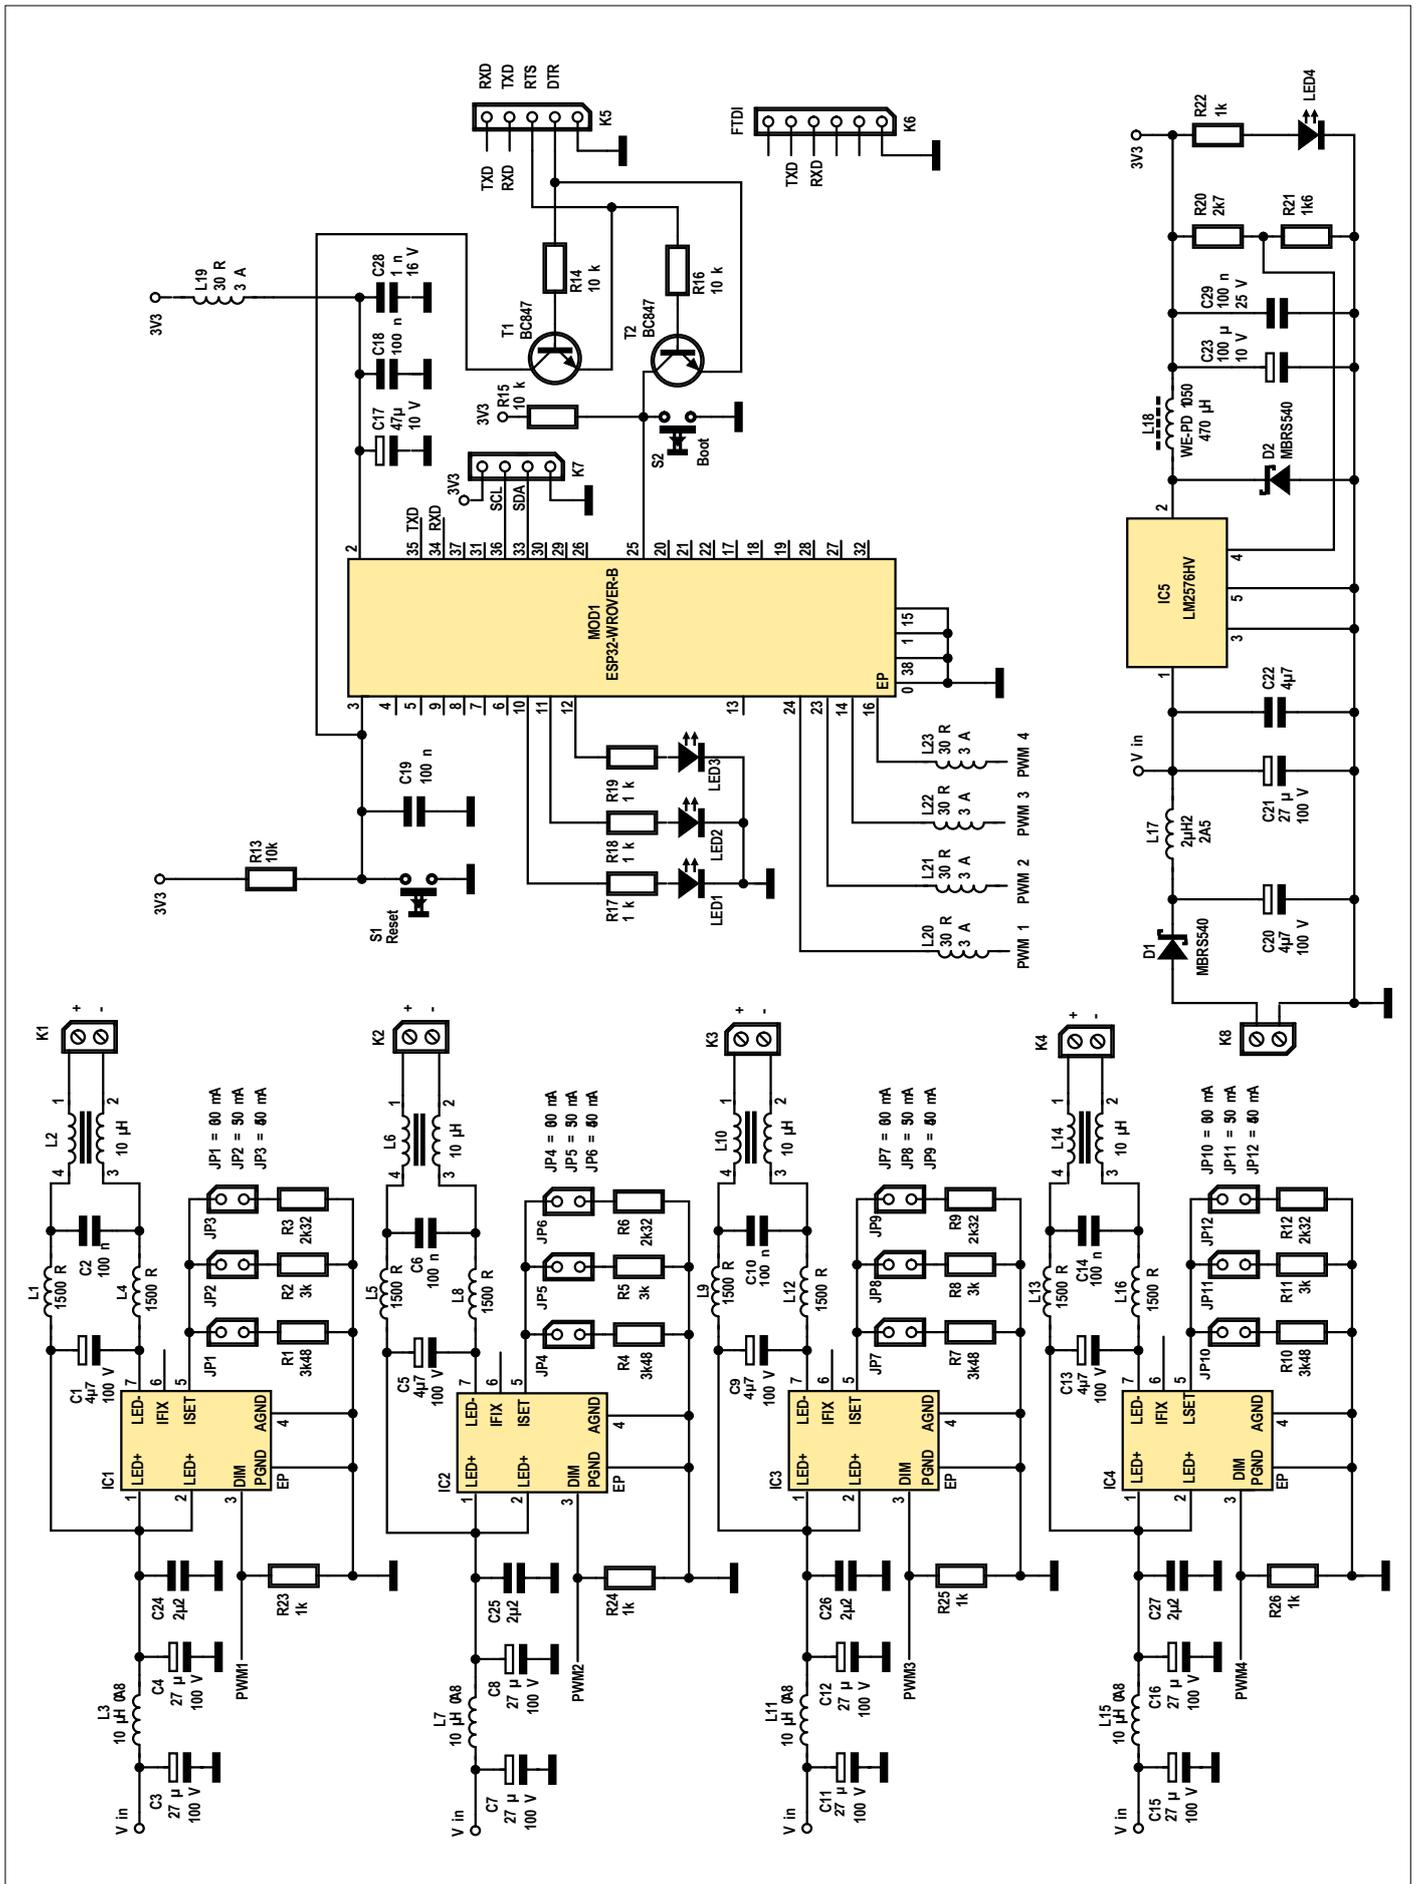

Figure 1. Schéma de la carte pilote du système d'éclairage horticoles. Le module ESP32 y trône tel le Roi-Soleil.
Le schéma de la **figure 1** montre le résultat de ces modifications. Il comprend l'ensemble des condensateurs et inductances implantés pour satisfaire la norme de compatibilité électromagnétique EN 55015/CISPR 32, même lorsque le gradateur est utilisé. Les quatre étages pilotes avaient passé sans problème les tests de préconformité, et pour cette partie nous avons pratiquement recopié le schéma et le dessin du circuit imprimé (CI) original. Il n'en a pas été de même pour l'ESP32, qui présentait de sérieux problèmes avec un cumul d'harmoniques de 80 MHz et plus dans le spectre. Sans surprise, 80 MHz correspondait à la fréquence d'horloge de l'ESP32. Une refonte partielle de la carte s'imposait. Nous avons notamment redéfini le plan de masse et ajouté des perles de ferrite. Le module ESP32-WROVER produit les signaux MLI (PWM) contrôlant l'intensité des LED, et est bien sûr le cerveau de la carte pilote. Il régit l'interface utilisateur ainsi que la connexion au réseau Wi-Fi local. Le convertisseur abaisseur LM2576 (IC5) délivre la tension de 3,3 V au module ESP32 (MOD1). La diode LED4 (bleue) indique que la carte est sous